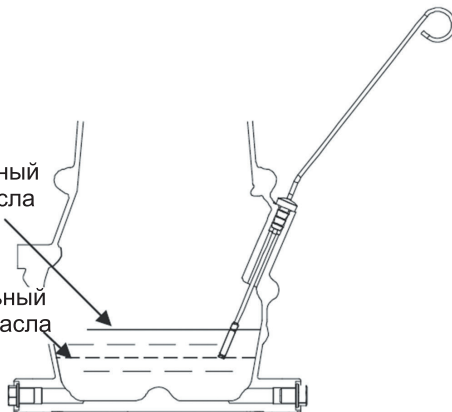

Рис. 17
3. Через маслозаливную горловину залейте моторное масло в картер двигателя до верхней метки масляного щупа (рис. 17).
3. Извлеките щуп и проверьте уровень масла. Он должен находиться между верхней и нижней отметкой контрольного щупа ближе к верхней отметке (max) (рис. 17). В случае необходимости долейте свежее моторное масло через маслозаливную горловину.